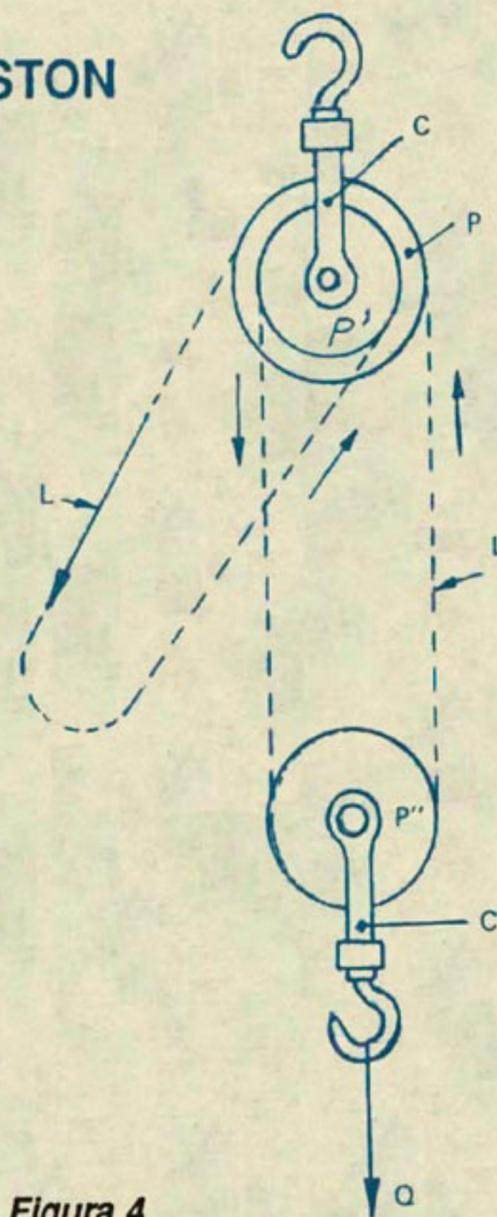

Figura 4
Consiste en una polea doble (Figura 4) compuesta de P y P' colocadas una al lado de la otra, fundidas en una misma pieza, provistas de un eje común y de diámetro diferente; de este detalle le viene el nombre de "Diferencial" o polea "Weston", su inventor. El eje descansa sobre una armadura C. provista de un gancho de suspensión. En la parte inferior hay una polea móvil "P" con su armadura "C" y un gancho para la suspensión de la carga. Sobre las tres poleas se enrolla una cadena sinfin (L).